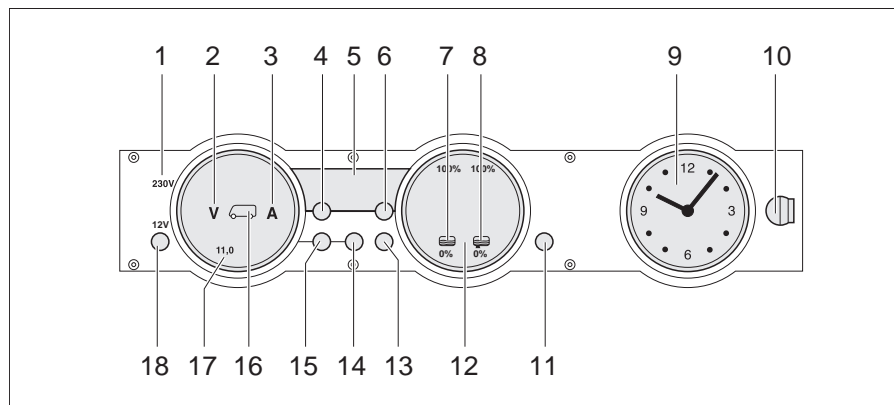

Bild 197 Panel MP 20-T
Die 230-V-Kontroll-Leuchte (Bild 197,1) leuchtet, wenn am Eingang des Elektroblocks Netzspannung vorhanden ist.
Der 12-V-Hauptschalter (Bild 197,18) schaltet das Panel und die 12-V-Versorgung des Wohnraums ein und aus.
- Taste "12 V" (Bild 197,18) kurz drücken. Die 12-V-Versorgung des Wohnraums ist eingeschaltet. Die Kontroll-Anzeige "12 V" leuchtet.
- ▷ Wenn nach dem Einschalten die LED "11,0" der Voltanzeige sowie das Symbol Volt "V" (Bild 197,2) im Anzeigeelement Batterien (Bild 197,17) blinken, dann ist die Spannung der Wohnraumbatterie zu gering. Batterie laden.
- ▷ Wenn nach dem Einschalten die Kontroll-Anzeige "12 V", das Symbol Wohnraumbatterie (Bild 197,16) und das Symbol Volt "V" (Bild 197,2) dreimal blinken, dann ist die Batterietrennung aktiviert. Batterietrennung deaktivieren.
- Taste "12 V" (Bild 197,18) kurz drücken. Die 12-V-Versorgung des Wohnraums ist ausgeschaltet. Die Kontroll-Anzeige "12 V" erlischt.
- Taste Wohnraumbatterie (Bild 197,14) drücken und ca. 10 Sekunden lang gedrückt halten. Die Symbole Volt "V" (Bild 197,2) und Ampere "A" (Bild 197,3) blinken dreimal. Die Wohnraumbatterie ist vom 12-V-Bordnetz getrennt.
- Taste "12 V" (Bild 197,18) drücken und ca. 5 Sekunden lang gedrückt halten. Das Symbol Volt "V" (Bild 197,2) blinkt dreimal. Die Wohnraumbatterie ist mit dem 12-V-Bordnetz verbunden. Die Kontroll-Anzeige leuchtet nach ca. 2 Sekunden.
- Taste Wohnraumbatterie  (Bild 197,14) drücken. Das Symbol Volt "V" (Bild 197,2) leuchtet. Das Symbol Ampere "A" leuchtet je nach Ladung oder Entladung weiß bzw. rot. Die Batteriespannung und der Strom der Wohnraumbatterie werden über die LEDs im Anzeigeelement angezeigt.
- Taste Starterbatterie  (Bild 197,15) drücken. Das Symbol Volt "V" (Bild 197,2) leuchtet. Die Batteriespannung der Starterbatterie wird über die LEDs im Anzeigeelement angezeigt.
- Taste Tanks  (Bild 197,13) drücken. Die Symbole Wassertank  (Bild 197,7) und Abwassertank  (Bild 197,8) leuchten. Die Füllstände des Wassertanks (linke Skala) und des Abwassertanks (rechte Skala) werden über die LEDs im Anzeigeeinstrument angezeigt.
Das Symbol Volt "V" (Bild 197,2) und die LED "11,0" blinken, sobald die Spannung der Batterie 11 V (Messung bei laufendem Betrieb) unterschreitet und damit Tiefentladung droht.
Das Symbol Wassertank  (Bild 197,7) oder das Symbol Abwassertank  (Bild 197,8) blinkt, wenn der Wassertank leer oder der Abwassertank voll ist.